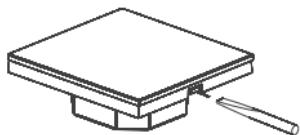

Рисунок 1.
2. Аккуратно отделите лицевую панель от корпуса при помощи отвертки [Рис. 1].